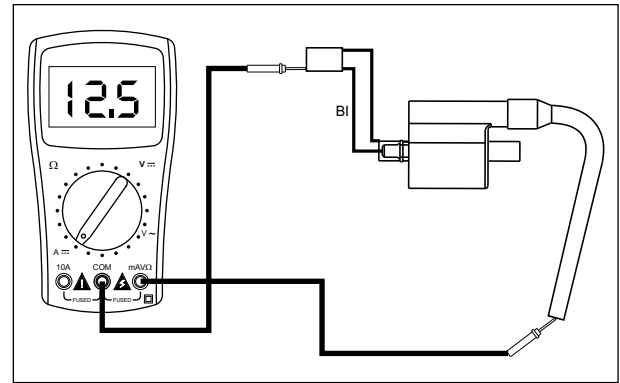

Fig. 5.16
- Remova o supressor de ruído do cabo de vela. Conecte o fio positivo "+" do multímetro ao cabo de vela e o fio negativo "-" ao fio azul (BI) da bobina de ignição. Meça a resistência. (Fig. 5.16)